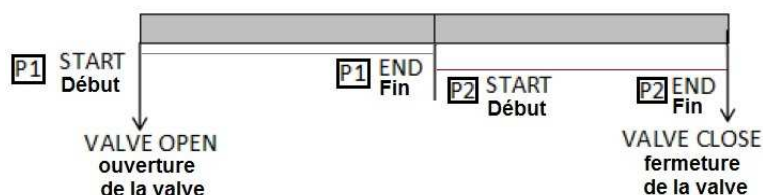

Fig.4
2. In caso di programmi sovrapposti, la priorità in esecuzione sarà come descritto nelle situazioni a, B e C: Ved. Fig.4